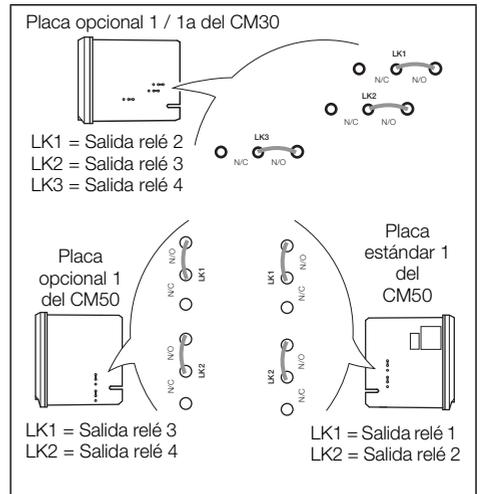

Fig. 4.12 Enlaces de puente para salidas de relé
1. Los enlaces asociados con las salidas de relé se muestran en la Fig. 4.12.